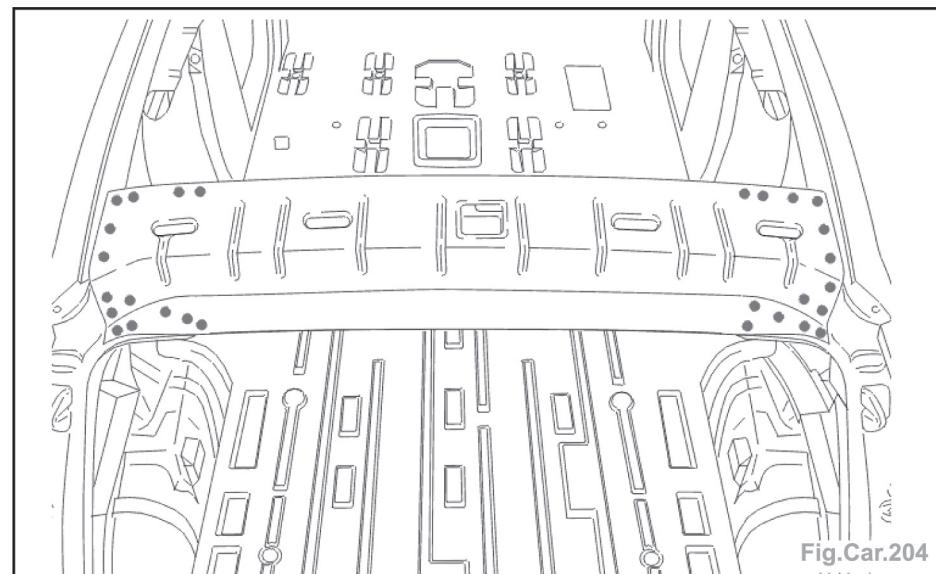

Fig.Car.204
- Souder par points électriques (Fig.Car.204).